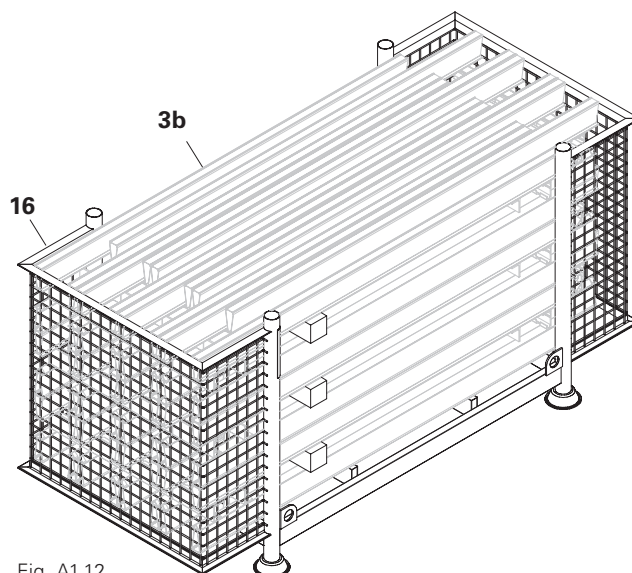

Fig. A1.12
Il pallet GF 85 x 210 (16) serve esclusivamente per riporre elementi di compensazione GRIDFLEX GFL 183 x 20 (3b), massimo 42 pezzi. (Fig. A1.12)